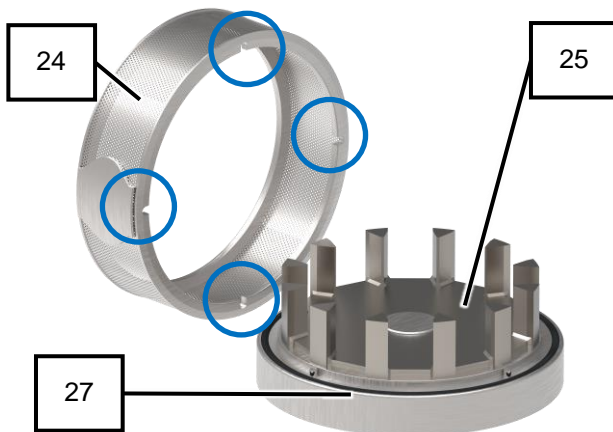

Fig. 21: Tamiz anular y rotor
8. Coloque el rotor (25) alrededor del eje del rotor (11) sobre el disco de laberinto (27).
9. Compruebe el asiento correctamente encajado del pitón de arrastre en el eje del rotor (11).
10. Coloque el tamiz anular (24) con el rotor (25) insertado en el recipiente colector (26) (Fig. 21).
11. Téngase en cuenta el asiento correctamente encajado del seguro contra torsión (Fig. 21).